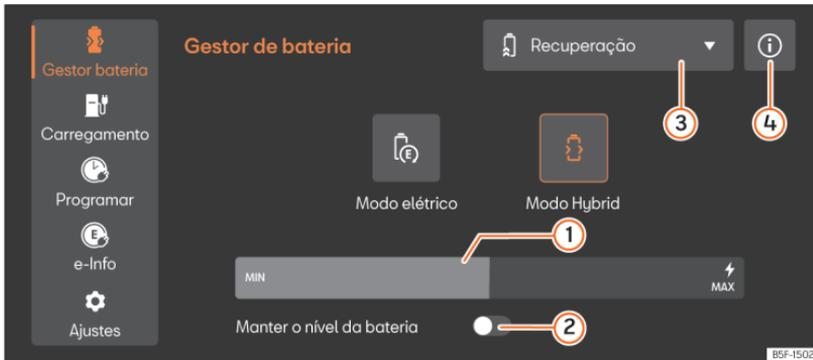

Fig. 121 No sistema de infotainment: menu Gestor da Bateria
- Selecione **Modo elétrico** ou **Modo híbrido** no sistema de infotainment. Encontrará mais informações sobre o modo de funcionamento em ① >>> **Fig. 121** ④.
Legenda da  **Fig. 121:**